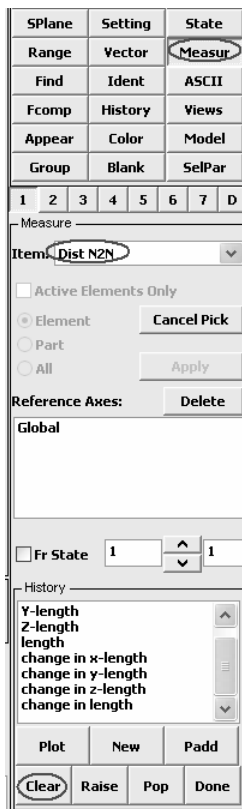
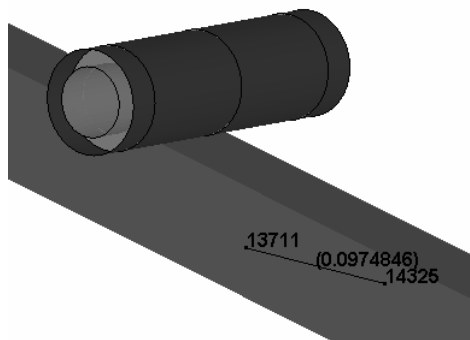

图 8-17 测量工具
图 8-18 两节点之间的距离
(4) 单击操作界面右侧的“Measur”(见图 8-17), 然后在“Item:”后的方框中选择“Dist N2N”, 接着用鼠标左键随便在图形窗口中的方管上单击选中两点(节点)。这两点之间的距离便显示在图中(如图 8-18 所示, 在操作界面最下方的状态栏中也有显示, 见图 8-19)。单击“Clear”按钮(见图 8-17)可以清除选中的节点。